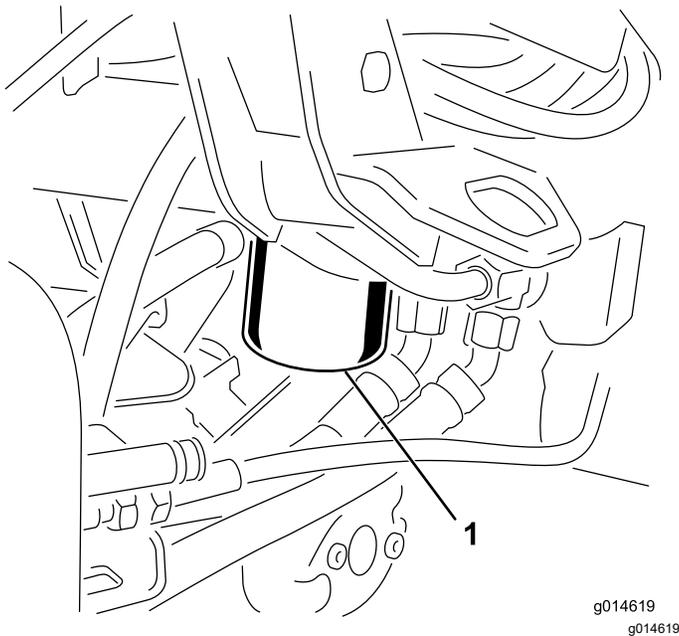

图 50
1. 清洁过滤器安装区周围的区域 图 50。在过滤器下面放置一个放油盘并拆下过滤器。